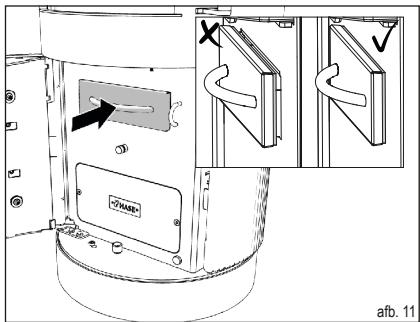

afb. 9
- ▶ Open de bedieningsdeur. (afb. 9).